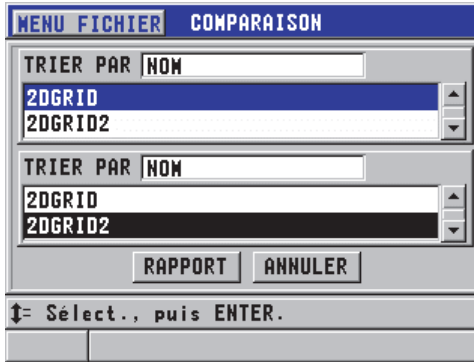

Figure 6-42 Écran de rapport COMPARAISON
5. Dans l'écran **COMPARAISON DE FICHIERS**, faites ce qui suit (voir la Figure 6-42 à la page 143) :